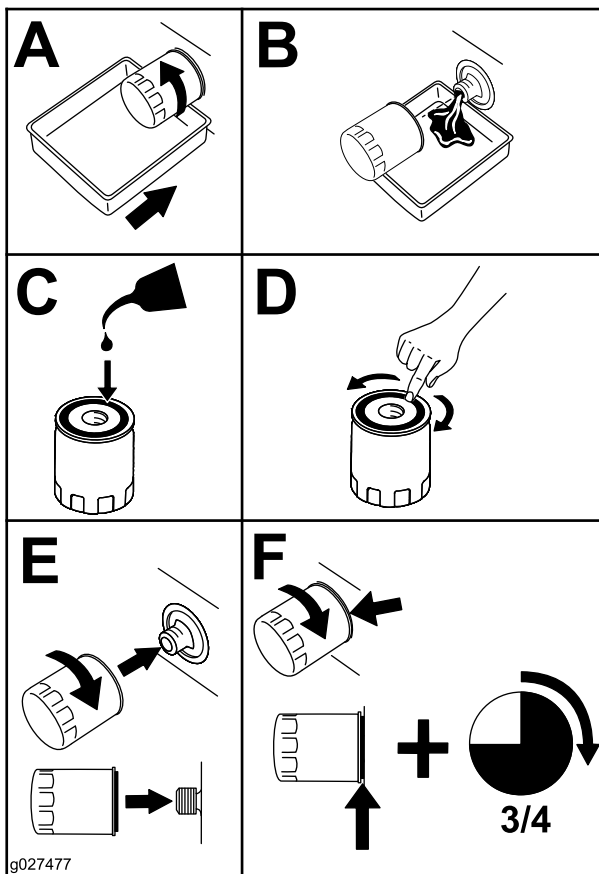

Figure 45
6. Remplacez le filtre à huile moteur comme montré à la Figure 45.